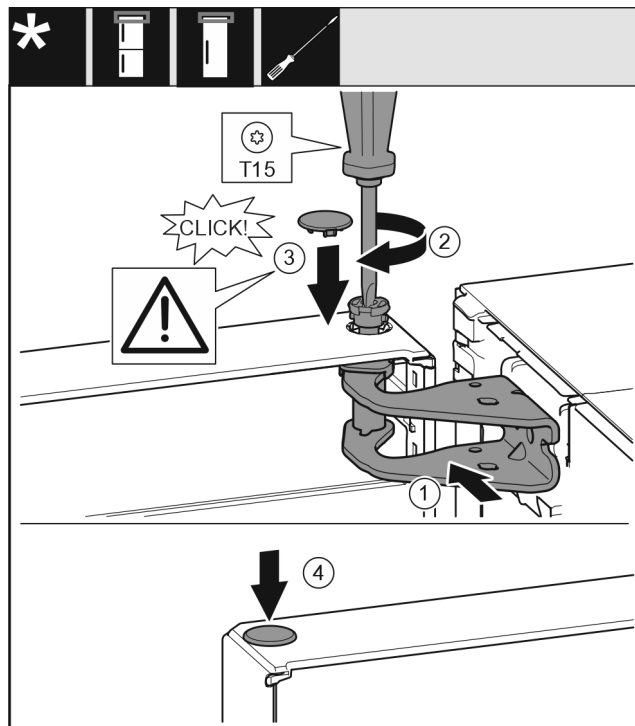

Fig. 20
- ▶ 将门的上方对准托架中的开口。 Fig. 20 (1)
- ▶ 放入螺栓 Fig. 20 (2) 并用螺丝刀拧紧。
- ▶ 安装冰箱门安全装置的安全盖 Fig. 20 (3)：放入安全盖并检查其是否在门上。此外将螺栓完全插入。
- ▶ 放上堵头 Fig. 20 (4)。